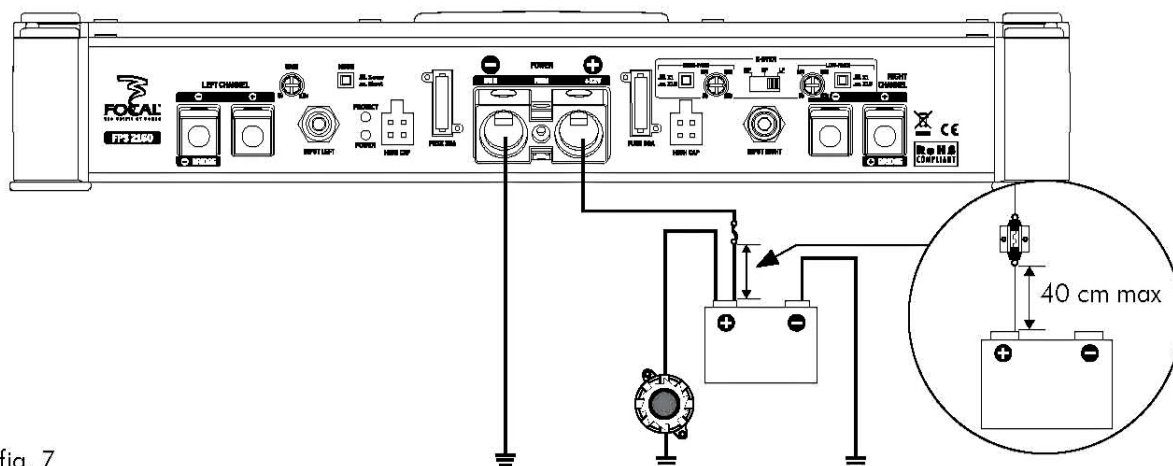

fig. 7
- 9 - Toujours protéger la batterie et le circuit électrique de dommages potentiels à l'aide de fusibles. Installer un porte-fusible et un fusible appropriés sur le câble d'alimentation 12 V positif (+) à moins de 40 cm de la borne de la batterie. Idéalement, cette distance doit être la plus courte possible (fig.7).
3.7 - La phase d'installation du porte-fusible dédié à sécuriser l'installation peut maintenant débuter. Le porte-fusible doit être relié de part et d'autre du câble d'alimentation positif (+). Il doit être situé proche de la batterie {10 à 40 cm (fig.7)}. Démontez le porte-fusible en prenant soin d'ôter le fusible. Fixer le socle du porte-fusible. Couper le câble d'alimentation rouge entre 10 et 40 cm (maximum) de la batterie (fig.7). Garder la chute de câble qui servira pour relier l'autre extrémité du porte-fusible à la borne positive (+) de la batterie du véhicule. Dénuder 1 cm (fig.3), puis étamer. Visser le câble dans le bornier du porte-fusible. Récupérer la chute de câble restante. Dénuder 1 cm (fig.3), puis étamer. Visser le câble dans l'autre bornier du porte-fusible.